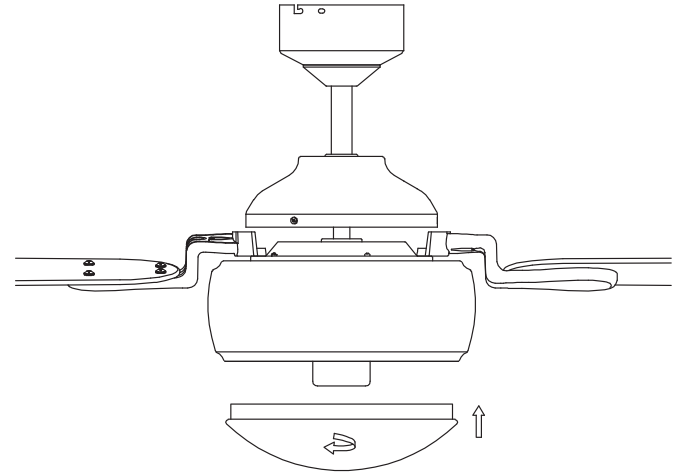

Fig. 18
Étape 1. Soulevez l'abat-jour en verre vers le ventilateur, puis tournez le verre dans le sens des aiguilles d'une montre jusqu'à ce qu'il soit bien fixé. (Fig. 18)